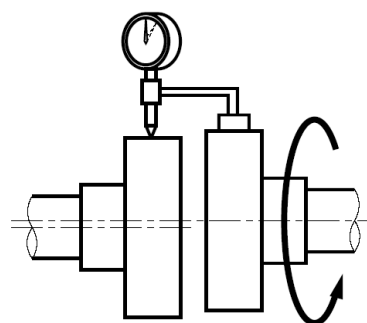

Abb.2
- 2.) Radiale Ausrichtung: Die Prüfung erfolgt mit einem Niveliergerät, siehe Abb.2, die Differenz muss auf ein geringst mögliches Maß reduziert werden. Siehe zulässiger Maximalwert (Δr) 0,2.